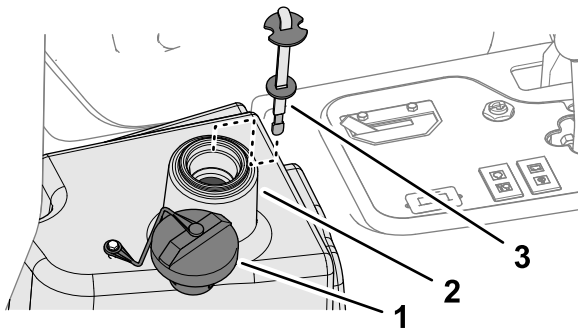

Figure 87
2. Nettoyez la surface autour du goulot et du bouchon de remplissage du réservoir de liquide hydraulique (Figure 87), et enlevez le bouchon.